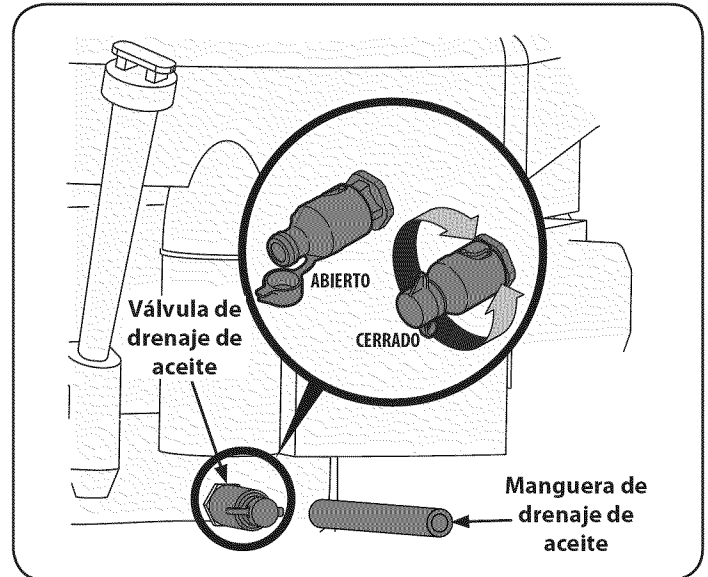

Figura 22
2. Localice la válvula de drenaje en el lado izquierdo del motor. Consulte la Figura 22.
3. Pop abrir la tapa protectora en el extremo de la válvula de drenaje de aceite para exponer el orificio de drenaje. Refiérase a la Figura 22. Retire el tapón de llenado / varilla de medición del tubo de llenado de aceite.